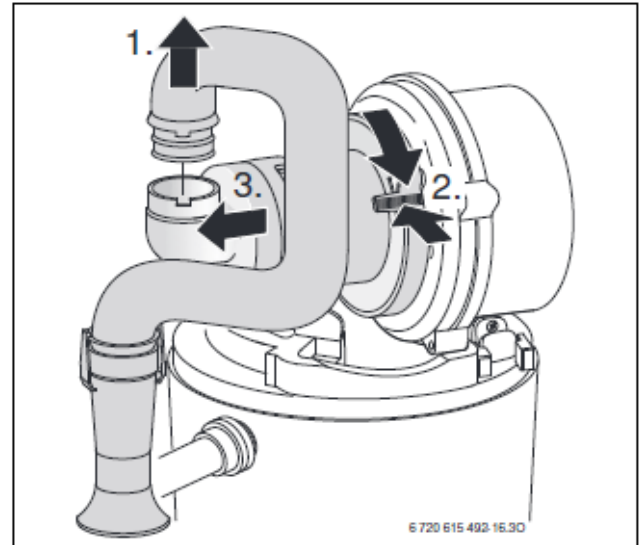

Bild 49
- ▶ Mischeinrichtung nach Bild 49 ausbauen.